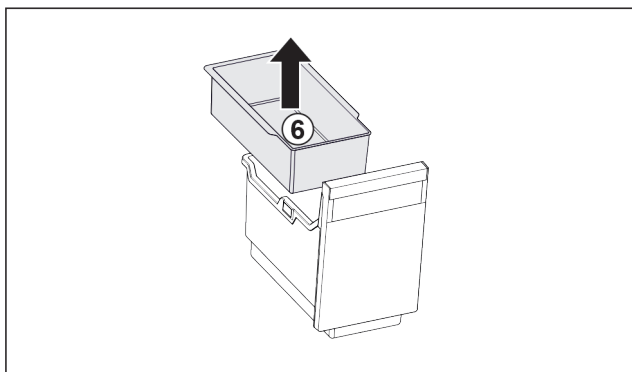

Fig. 81
- ▶ Rimuovere la vaschetta da agganciare Fig. 81 (6).